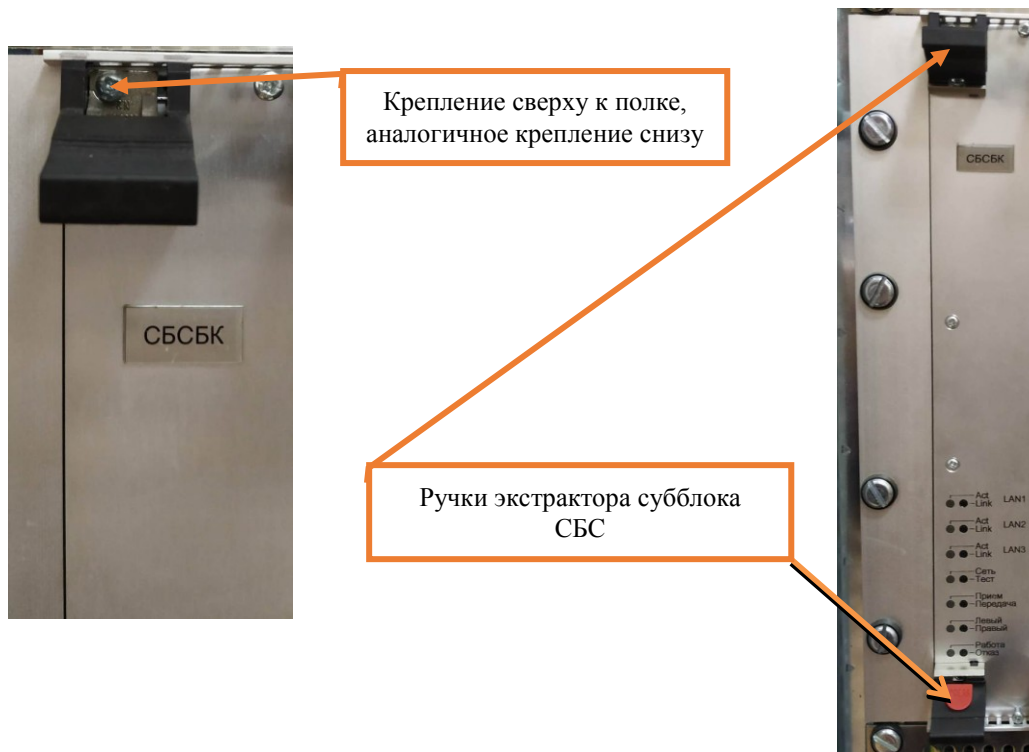

Рисунок 9. Винты крепления и ручки экстрактора субблока СБСБК.
7.2.4 Отвернуть невыпадающие винты крепления в верхней и нижней части лицевой панели субблока СБСБК (Рисунок 9).
7.2.5 Нажать на ручки экстрактора заменяемого субблока СБСБК (Рисунок 9).